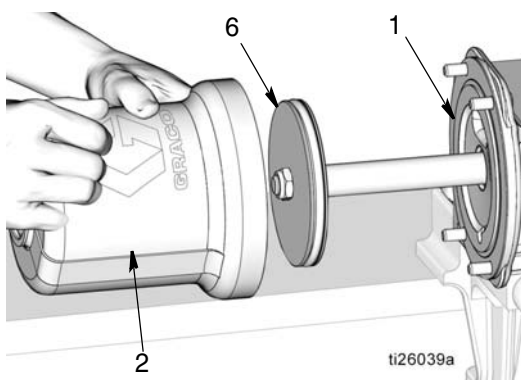

FIG. 51
- a. Utiliser un chiffon propre pour essuyer l'intérieur du vérin pneumatique (2) et supprimer toute saleté ou tout contaminant.
- b. Appliquer une légère couche de graisse sur les surfaces intérieures du vérin pneumatique (2). Faire glisser le vérin pneumatique (2) sur le piston (6) et le pousser jusqu'à ce qu'il soit en butée sur la base de la pompe (1). Voir FIG. 51.